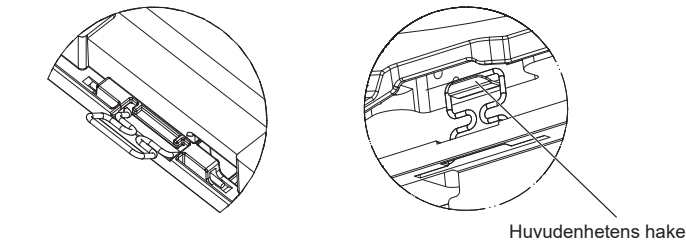

Fig. 10-5
- Rikta in skruvhålen i hörnen av galleret med monteringshålerna i hörnen på huvudenheten, lås de två hakarna på galleret på kondensvattenrätgets kant på huvudenheten och häng upp galleret tillfälligt. (Fig. 10-5)
- Vid åtdragning av skruven med låsbricka (C), ska den dras åt med max 4,8 Nm. Använd aldrig en skruvdragare. Det kan leda till att delar skadas.
- Efter åtdragning av skruven kontrollerar du att de två gallerkrokarna (Fig. 10-5) låses på krokarna på huvudenheten.